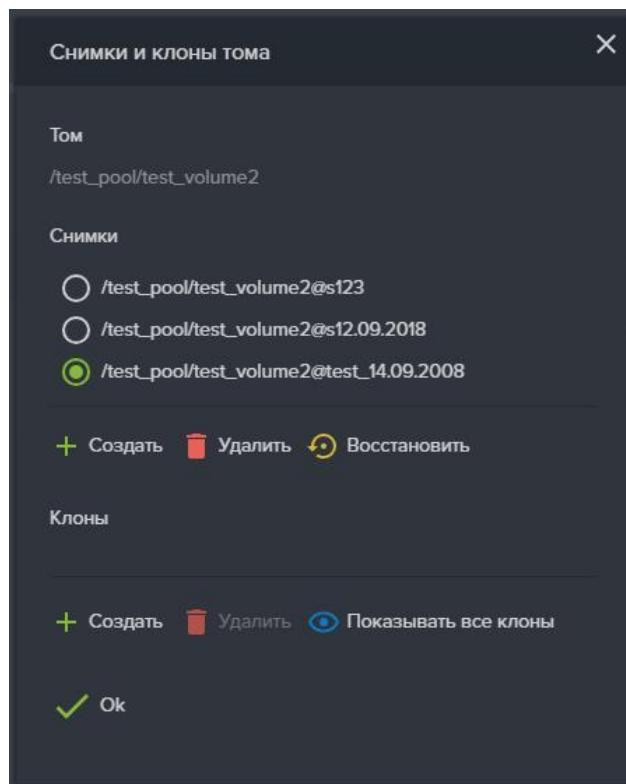

Рисунок 92. Окно Снимки и клоны тома
4. Нажмите в разделе «Клоны» на кнопку «Создать» (см. Рисунок 92);